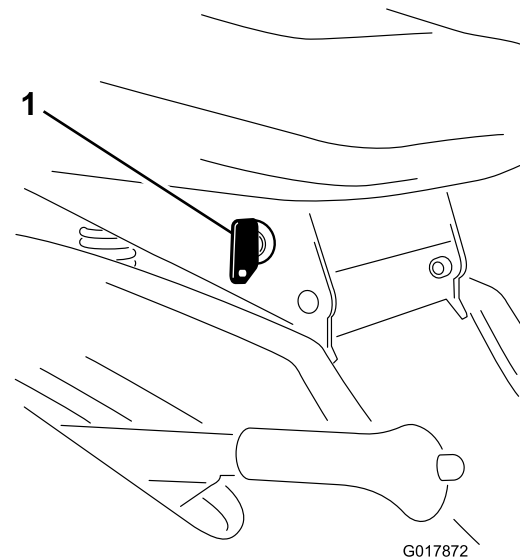

Figura 10
KeyChoice que está situado cerca del soporte del asiento (Figura 10).
2. Inserte la llave KeyChoice en el interruptor (Figura 10).